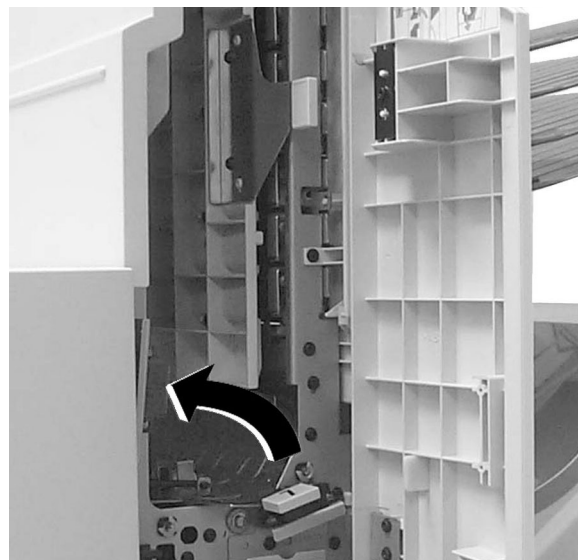

Figura 14: Como levantar a Alavanca 7
- 2** Levante a Alavanca 7 até que ela se encaixe no local (Figura 14).